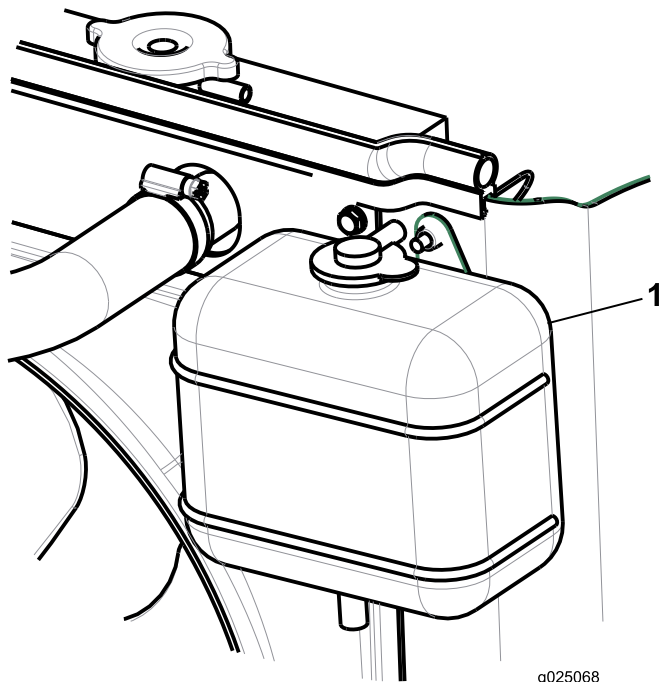

Figure 25
2. Vérifiez le niveau du liquide de refroidissement dans le vase d'expansion (Figure 25).